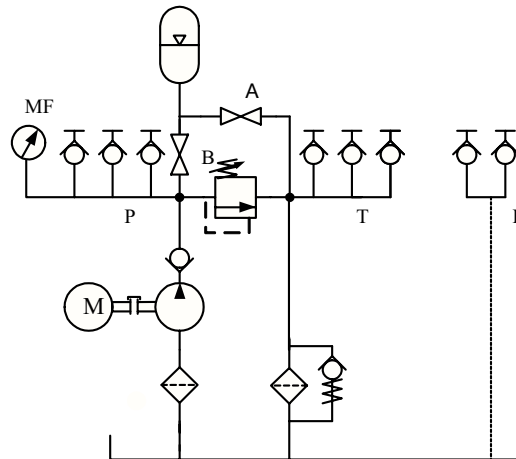

Figura 1.3. Simbología de la unidad de potencia.
7. Mostrar la simbología correspondiente a cada uno de ellos, de acuerdo con la figura 1.3.
10. Dibujar con color azul la trayectoria del aceite bajo las condiciones anteriores en la figura 1.3.
12. Cerrar la válvula de descarga (A) y mantener la de alimentación al acumulador (B) abierta.
14. Dibujar con color rojo la trayectoria del aceite bajo las condiciones anteriores en la figura 1.3. Apagar la unidad de potencia y abrir la válvula de descarga del acumulador